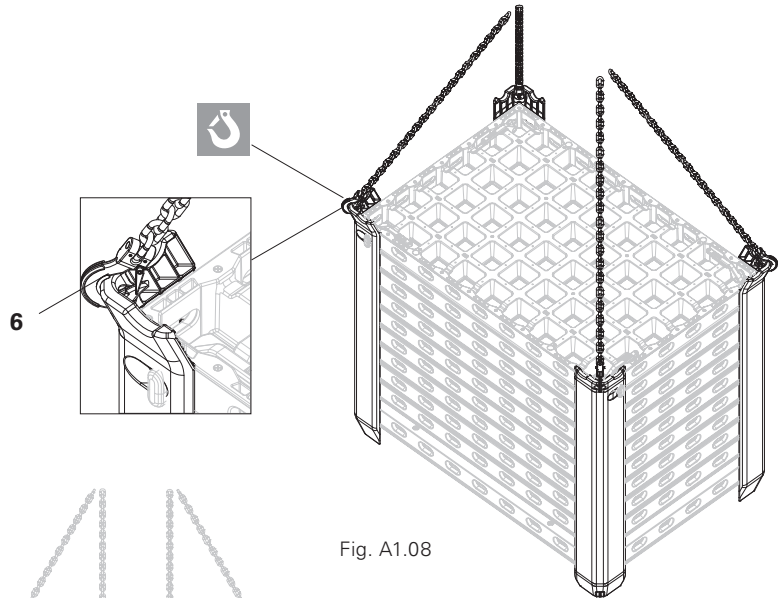

Fig. A1.08
Les piles assemblées à l'aide d'angles de levage peuvent être déplacées à l'aide d'une grue. A cet effet, fixer une élingue (6) dans le coin de chaque angle de levage (point de levage). (Fig. A1.08)